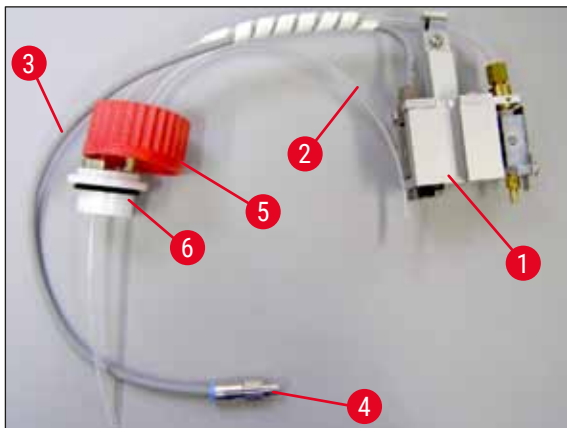

Abb. 10
1. Die Dispensergruppe (→ Abb. 10) aus der Verpackung nehmen.